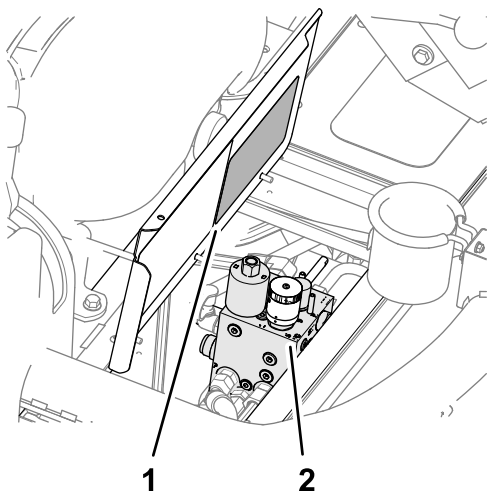

Figure 42
4. Ouvrez le couvercle de la plate-forme (Figure 42).